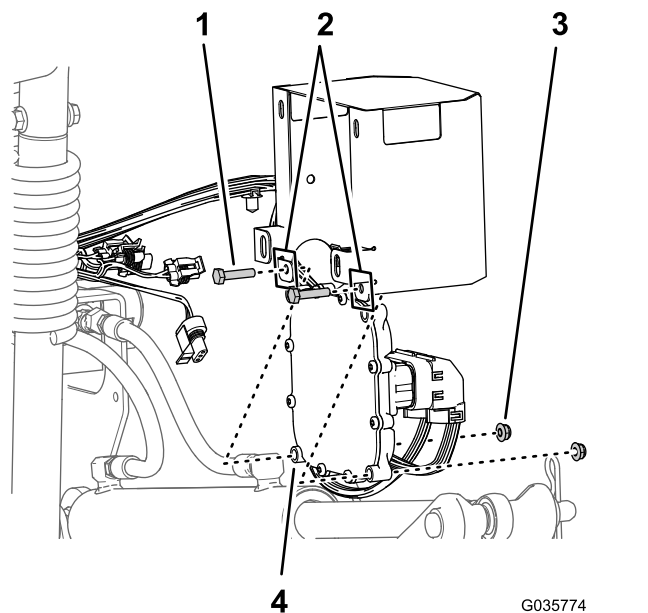

Figure 16
1. Placez le contrôleur électronique face à l'intérieur du couvercle en alignant les trous de montage extérieurs inférieurs du contrôleur et les trous dans la bride arrière inférieure du couvercle (Figure 16)
2. Fixez le contrôleur au couvercle à l'aide de 2 boulons (1/4" x 1 1/8") et 2 contre-écrous à embase (1/4"), comme montré à la Figure 16.